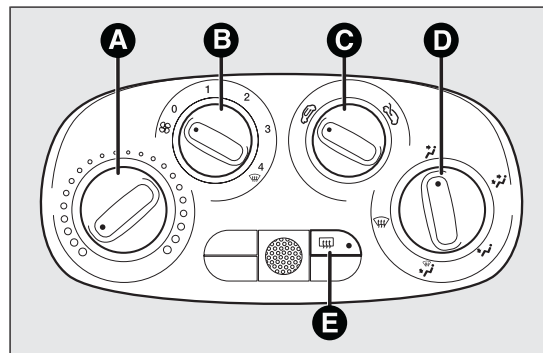

РИС. 29
- А Ручка температуры воздуха (красный - обогрев/синий - холод) РИС. 29
- В Ручка скорости вентилятора и включения/выключения кондиционера РИС. 29. При нажатии ручки включается кондиционер и одновременно загорается световой индикатор на ручке. Такая операция позволяет наиболее быстрым способом охладить салон.
С Ручка рециркуляции воздуха РИС. 29
D Ручка распределения воздуха РИС. 29
E Кнопка включения/выключения обогрева заднего стекла РИС. 29.